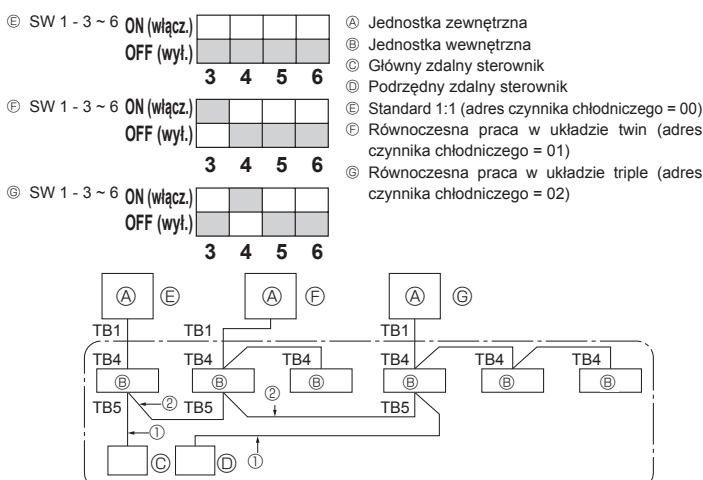

Fig. 9-1
① Podać zasilanie (wyłącznik automatyczny).
② Po zamknięciu zaworu odciążającego cieczy ustawić przełącznik SWP na pulpicie sterowniczym jednostki zewnętrznej w pozycji WŁ. Sprężarka (jednostka zewnętrzna) i wentylatory (jednostki wewnętrzna i zewnętrzna) rozpoczętą pracę i rozpoczęcie się usuwanie czynnika chłodniczego. Diody LED1 i LED2 na pulpicie sterowniczym jednostki zewnętrznej są włączone.
9. Sterowanie systemem (Fig. 9-1)